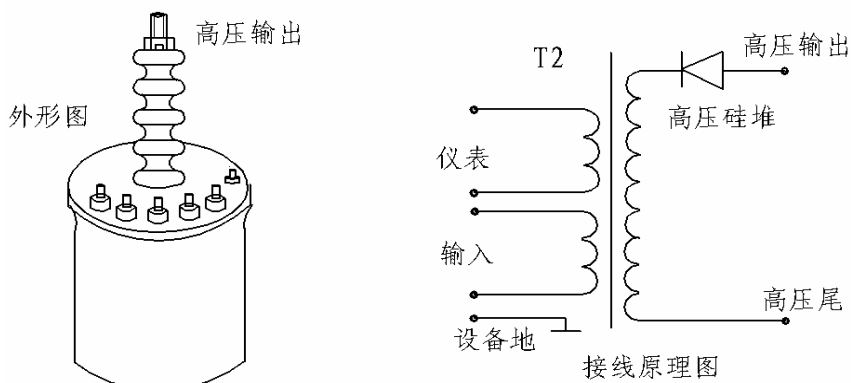

图 2.9 高压试验变压器示意图
5.高压试验变压器（高压 PT）（选配仪器）：高压闪络测试时, 推荐使用功率 1.5—5KW, 输出电压 0—70KV（直流）的交直流两用试验变压器,也可选用一体化高压试验电源。常用的交直流两用试验变压器其外形图和接线图如图 2.9 所示: